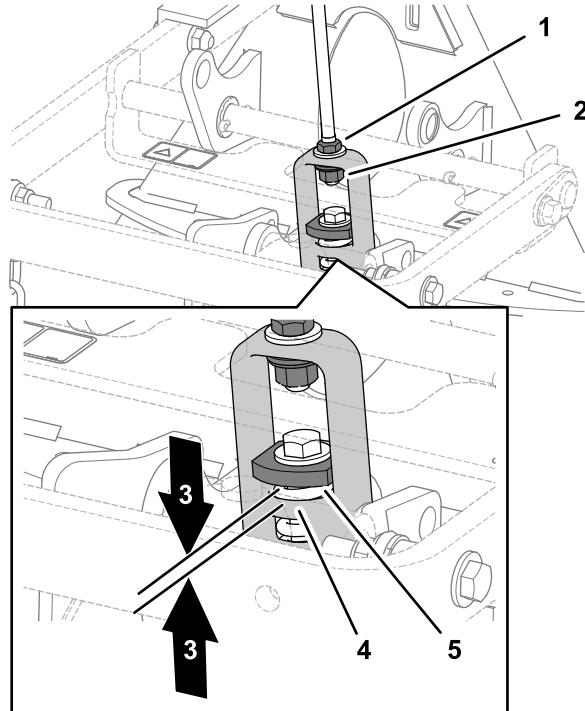

Figura 8
Nota: La connessione è regolata correttamente se misurate una distanza di 1,5-2 mm tra la rondella pesante e la sponda della forcella di sollevamento (Figura 8).
- Misurate la distanza tra la rondella pesante e la sponda della forcella di sollevamento sull'adattatore accessorio, come illustrato nella Figura 8.